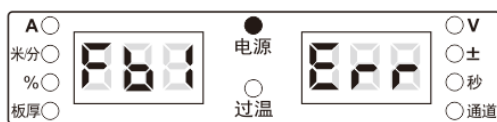

图 3-18 故障查询显示界面
1. 进入内部菜单，调节焊接电源面板旋钮至 FB1，如图 3-18 所示。